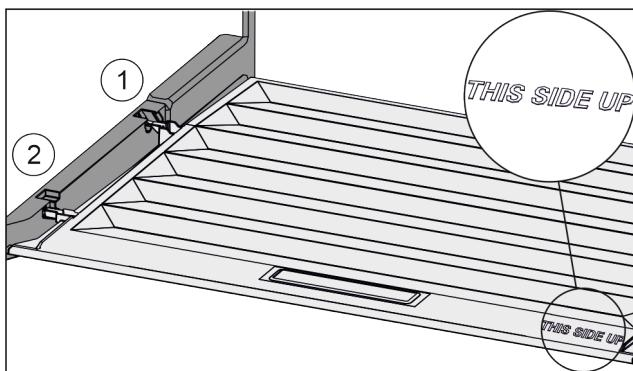

Fig. 46
- Пъхнете шийките на капака през отвора в задния държач Fig. 46 (1) и фиксирайте отпред в държача Fig. 46 (2).